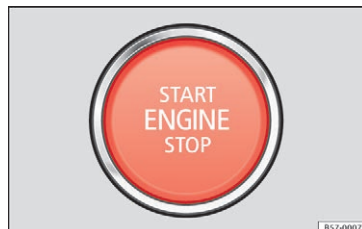

Fig. 187 I nederste del af midterkonsollen: startknap
3.	Tryk på startknappen » Fig. 187 uden at give gas. For at motoren kan starte, skal der være en gyldig nøgle i bilen. Efter start af motoren skifter lyset i knappen START ENGINE STOP til permanent tilstand og viser på den måde, at motoren er startet.
5.	Tryk på startknappen et kort øjeblik » Fig. 187 . Startknappen (START ENGINE STOP) blinker igen. Hvis motoren ikke standser, skal du foretage en nødstandingsning » Side 171.